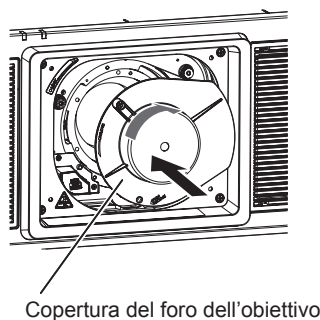

Fig. 2
**3) Collegare la copertura del foro dell'obiettivo in dotazione. (Fig. 2)**